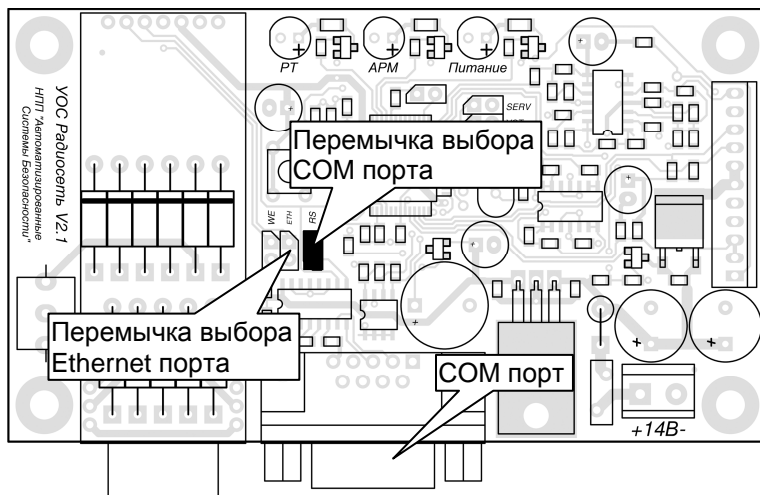

Рис. 4
5.1.1. Выключить УОС “Радиосеть”. Снять перемычку выбора порта Ethernet (рис. 4), установить перемычку выбора COM порта.